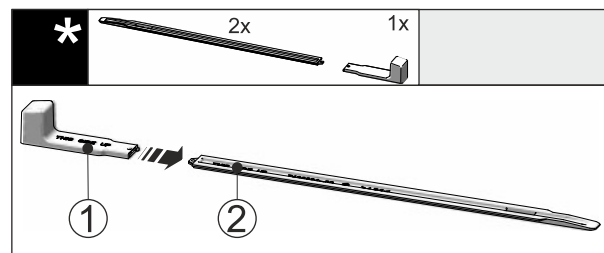

Fig. 47
- ▶ Montážní úchyt Fig. 47 (1) připevněte k nivelační liště Fig. 47 (2).